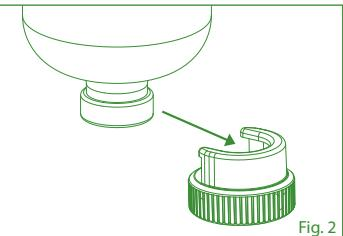

Fig. 2
2. Insert bottle into lock (Fig. 2, max ø 20 mm).
2. Setzen Sie die Flasche in den Verschlussring ein (Abb. 2 max ø 20 mm).
2. Insérez la bouteille dans la fixation (Fig. 2, max ø 20 mm).